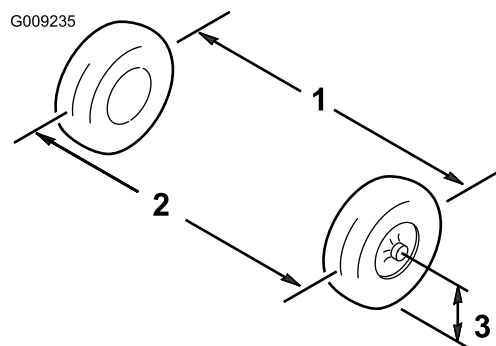

Figure 52
1. Mesurez la distance entre les roues avant à hauteur d'essieu, à l'avant et à l'arrière des roues (Figure 52).